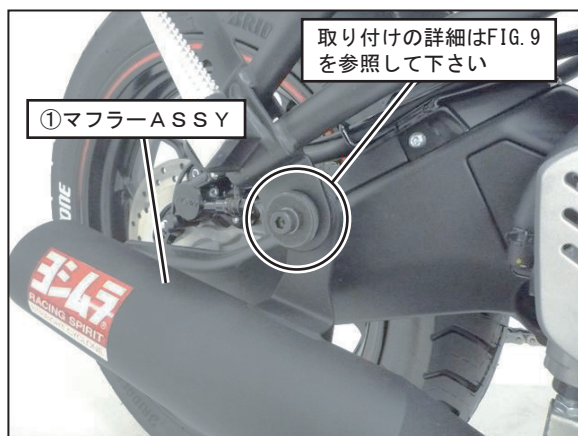

FIG. 8
7. ①マフラーASSYの後側ステーを②キャップボルトM8×45 (黒)、純正ワッシャ、純正ナットを使用して車両のタンデムステップに仮締めして下さい。(FIG. 8, 9 参照)